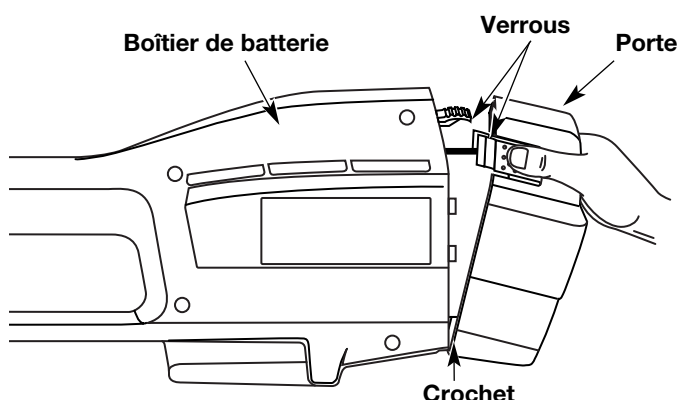

Fig. 17
1. Enfoncez les deux verrous latéraux de la porte du boîtier de la batterie et ouvrez la porte vers le bas. Décrochez la porte de la fente au bas du boîtier en soulevant vers le haut et vers vous. Mettez la porte de côté (Fig. 17).